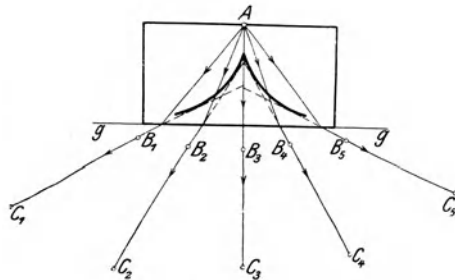

Fig. 125.
m) Mache mit Tinte auf einer Fläche der Glasplatte einen Strich  $A$  parallel zu einer Kante (Fig. 125). Zieh auf dem Zeichenbogen die Gerade  $g$  und lege die Platte so an den Strich, daß die Marke  $A$  lotrecht auf dem Papier und die zur Marke parallele Glasfläche genau über  $g$  steht.